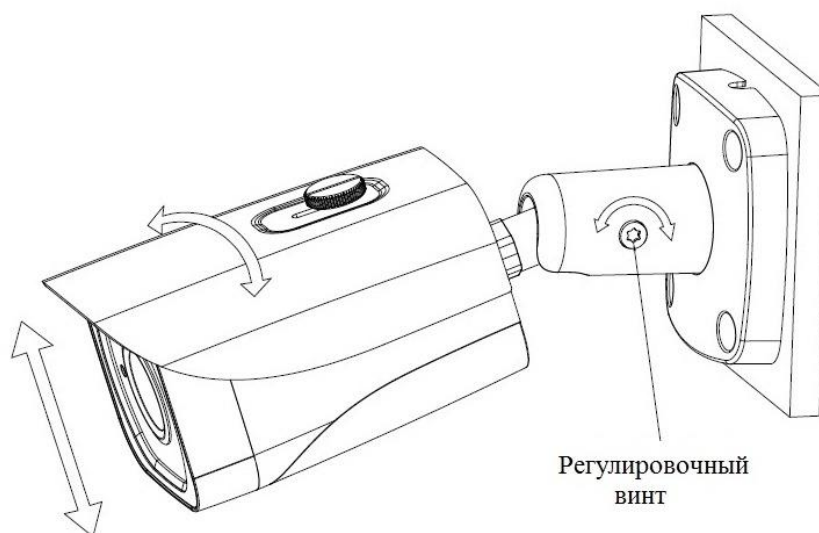

Рисунок 5
4.7 Ослабьте регулировочный винт и отрегулируйте объектив для получения требуемого угла обзора (рис.5).